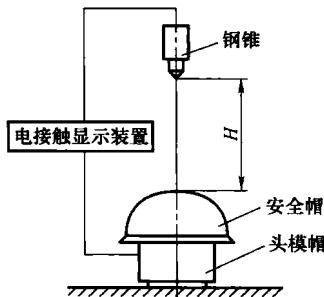

图 1-3 安全帽的耐穿刺性能试验
2) 耐穿刺性能试验。耐穿刺性能试验的设备如图 1-3 所示。将一顶完好的安全帽放在头模上，安全帽的帽衬与头模之间放置电接触显示装置的一个电极，该电极由铜片或铝片制成。如钢锥与电极接触，则形成电的闭合回路，电接触显示装置就会有指示。用 3kg 的钢锥从 1m（钢锥的尖到安全帽顶部的距离，即图中 H）的高度自由下落，穿刺安全帽。钢锥着帽点应在以帽顶中心为圆心、直径为 100mm 的圆内。